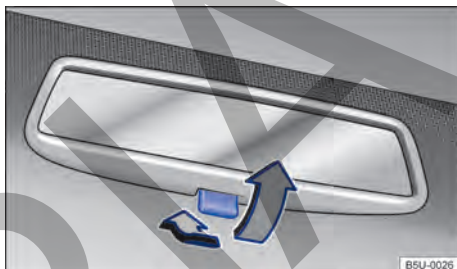

Fig. 75 En el parabrisas: espejo retrovisor interior antideslumbrante manual.
- Posición de noche: tirar de la palanca → fig. 75 (flecha gris), para evitar el deslumbramiento de los faros de los vehículos que circulan detrás.